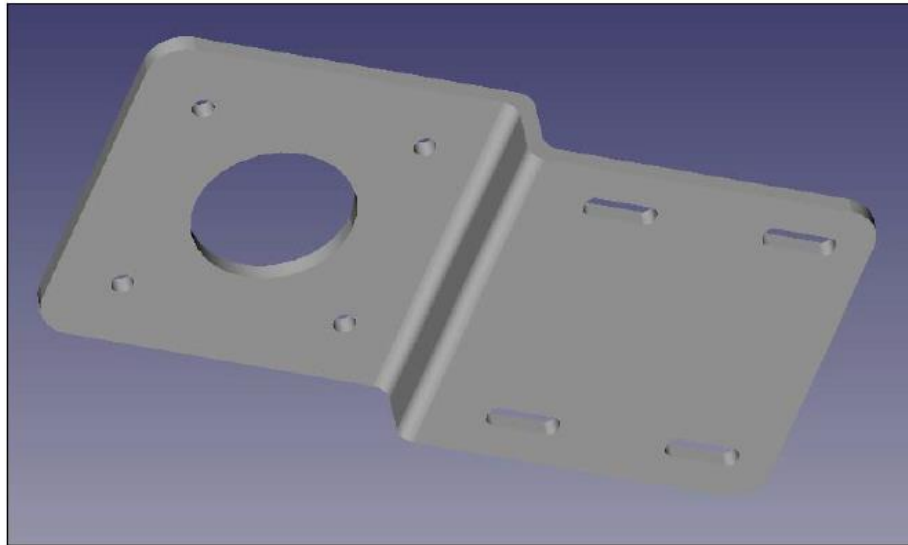

Рисунок 66 – Деталь 6 з вирізкою
2. З'явиться діалогове вікно запису макросів. Дайте макросу ім'я та збережіть його (рисунок 66):